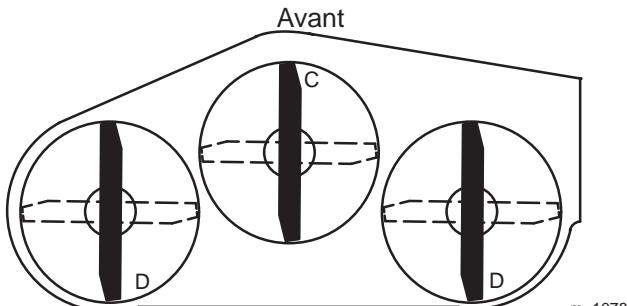
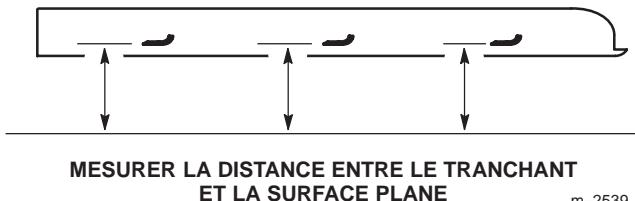

Figure 13
Figure 14
2. Tournez une lame dans le sens longitudinal (Fig. 13). Mesurez la distance au point C et à l'un des points D (Fig. 13) entre la surface plane et le tranchant des pointes des lames (Fig. 14).